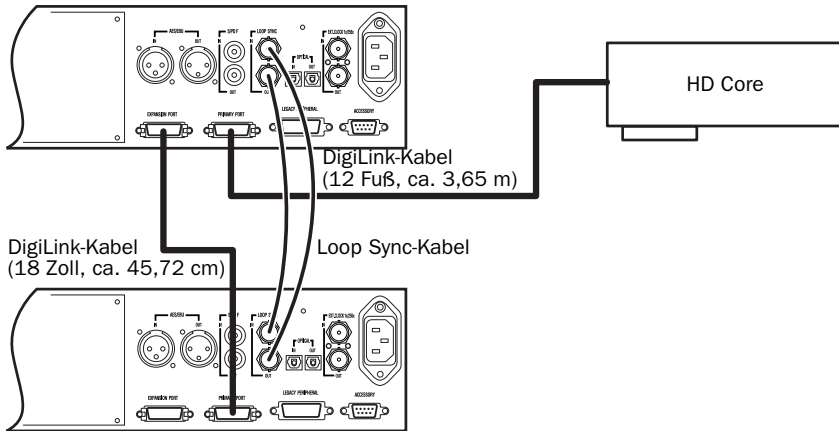

Abbildung 5. Zwei 96 I/Os, 32-Kanäle
- 2** Schließen Sie ein sekundäres HD-Audio-Interface an den Erweiterungsanschluss des primären Audio-Interface mit dem im Lieferumfang des Audio-Interface enthaltenen 18-Zoll-DigiLink-Kabel (45,72 cm) an. Siehe Abbildung 5 auf Seite 8.